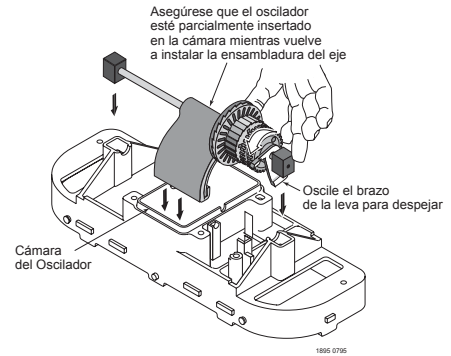

Figura 29
3. Instale el eje largo de engranaje y los bloques terminales en el cabezal de limpieza con el brazo grande de la leva hacia abajo (Consultar la Figura 29).